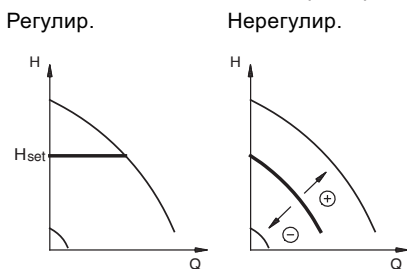

Рис. 12 Насос в **регулируемом** (постоянное давление) или **нерегулируемом** режиме (постоянная характеристика)
- Если при установке старого насоса применялся экранированный 2-жильный кабель, подключение должно быть произведено, как показано на рис. 12.
Насос может функционировать в двух режимах: регулируемом и нерегулируемом, см. рис. 12.